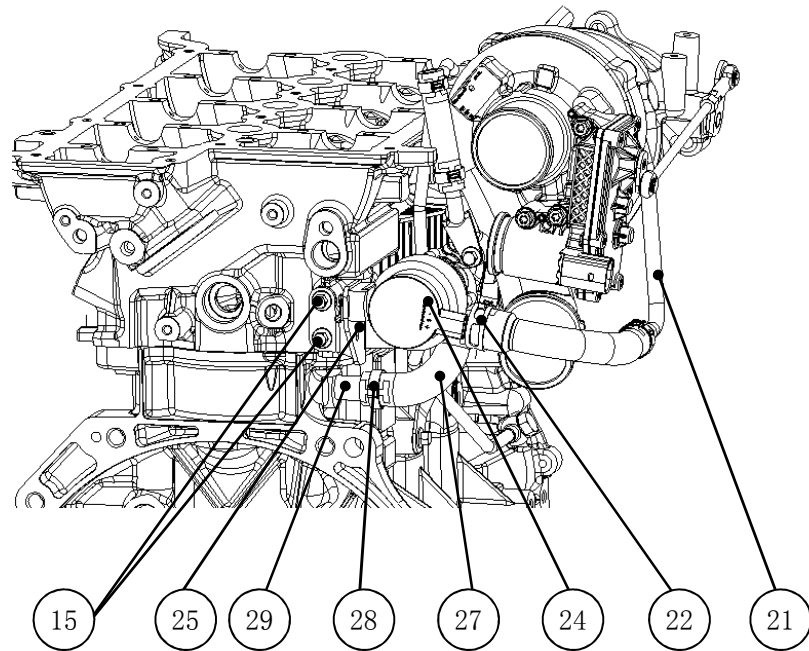

图 F-12 电子水泵总成的安装
- 取下电子水泵总成⑭出水管口上的堵头；
- 在分装好的进水管总成-增压器⑮软管上套入一个弹性卡箍⑯，然后将进水管总成-增压器⑮软管端电子水泵出水端，调整进水管总成⑮软管位置，使软管“工”字标识中心与电子水泵总成⑭出水管口附近螺栓的头部对齐，如图 F-12 所示。